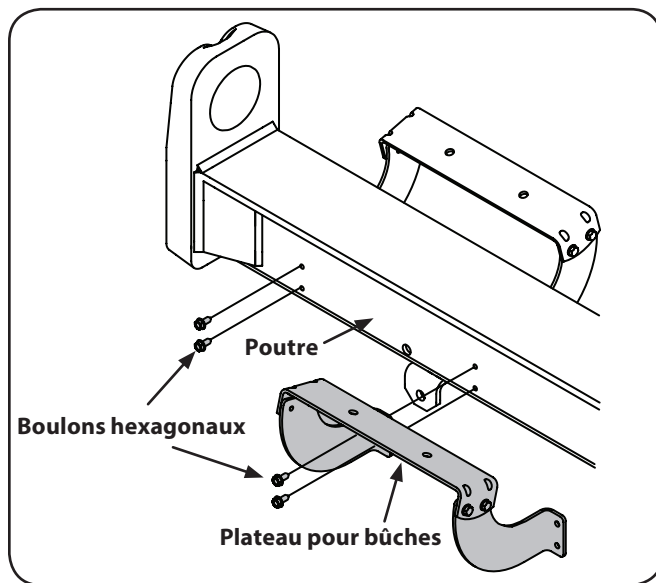

Figure 3-5
15. Enlevez le plateau pour bûches de la poutre du côté de la soupape de commande. Pour ce faire, retirez les deux boulons hexagonaux qui fixent le plateau pour bûches aux supports soudés de la poutre et les deux boulons hexagonaux sur la poutre. Voir Figure 3-5.